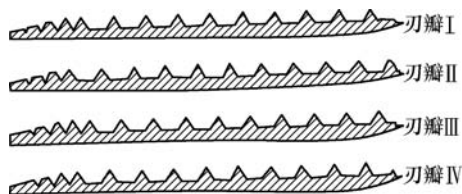

图 3
根据目前的机加工设备情况，跳牙丝锥磨螺纹工序安排如下：①在螺纹磨床Y7520W上，磨圆锥管螺纹1/8-27NPT。②在铲齿车床C8955上，进行丝锥切削锥的铲磨以及丝锥的去齿磨削，其去齿形式如图3所示，即保持切削锥部螺纹不变，从切削锥部后的第二个完整牙开始，沿螺旋线方向间隔留一牙去一牙。
从图3中可以看出，刃瓣 I